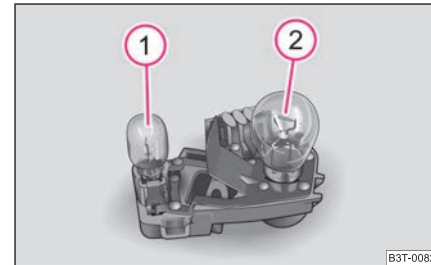

Abb. 225 Innerer Teil der Heckleuchteinheit: Lampen
- Zum Wechseln einer Lampe der Rückleuchte ① ⇒ Abb. 225 ziehen Sie die defekte Lampe aus der Fassung heraus und setzen Sie eine neue ein.
- Zum Wechseln der Lampe der Nebelschlussleuchte ② ⇒ Abb. 225 drehen Sie die defekte Lampe bis zum Anschlag nach links und nehmen Sie sie heraus.
Einbaulage der Lampen in der inneren Heckleuchteinheit ⇒ Seite 257, Abb. 225.